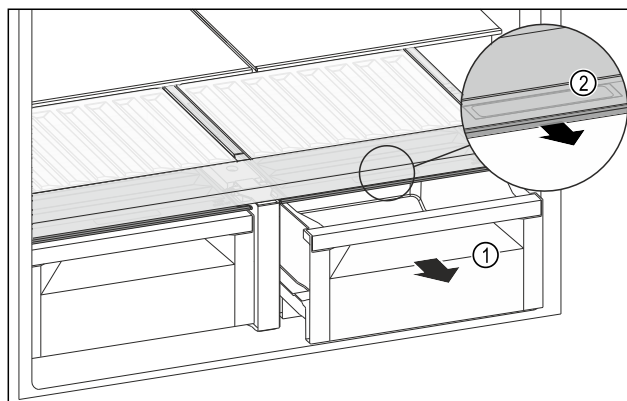

Fig. 138
- Wyciągnąć szufladę Fig. 138 (1).
- Chwycić uchwyt wpuszczany Fig. 138 (2) na pokrywie komory i pociągnąć pokrywę jednocześnie do przodu.